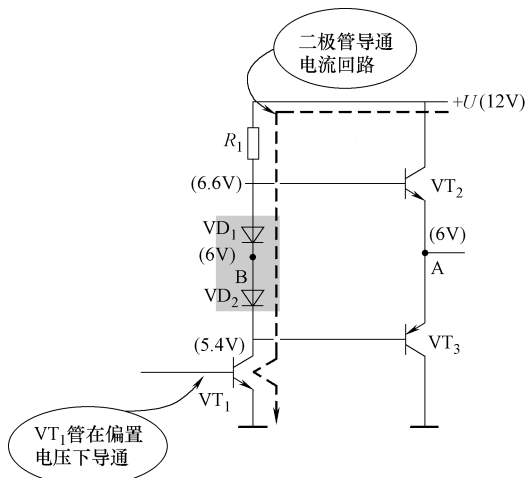

图 11-63 二极管导通电流回路示意图
1) 二极管导通后压降。二极管  $VD_1$  和  $VD_2$  串联, 它们通过  $R_1$  加有直流工作电压 +  $U$  的作用下, 处于导通状态, 其导通后的电流回路 (见图 11-63) 是: +  $U$  端  $\rightarrow R_1 \rightarrow VD_1$  正极  $\rightarrow VD_1$  负极  $\rightarrow VD_2$  正极  $\rightarrow VD_2$  负极  $\rightarrow VT_1$  集电极  $\rightarrow VT_1$  发射极  $\rightarrow$  地端